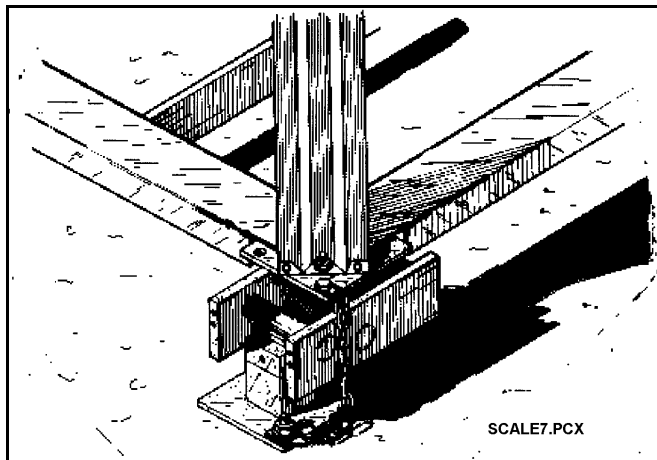

Figura 57. Colocación de las patas del silo sobre la armazón de la balanza
2. Izar el silo y colocarlo encima de los soportes principales de la balanza. Usar la placa de anclaje de la pata provista con el silo más una arandela gruesa de 5/8 pulg en cada pata para fijar el silo a los soportes principales. Enganchar la cadena de seguridad al soporte superior principal en cada pata. Ver la Figura 57.